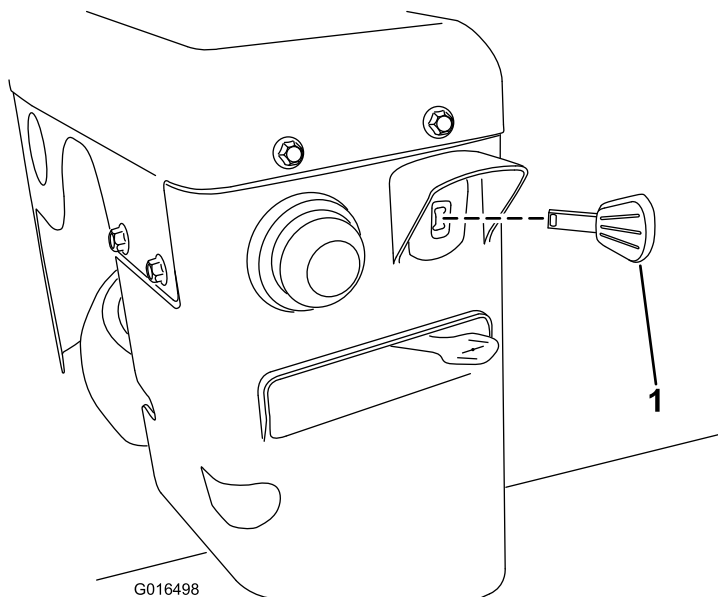

Figure 21
3. Insérez complètement la clé de contact (Figure 21).